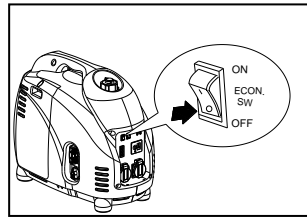

Fig.14
- Colocar el Selector Modo Económico en la posición "OFF" (Fig. 14).